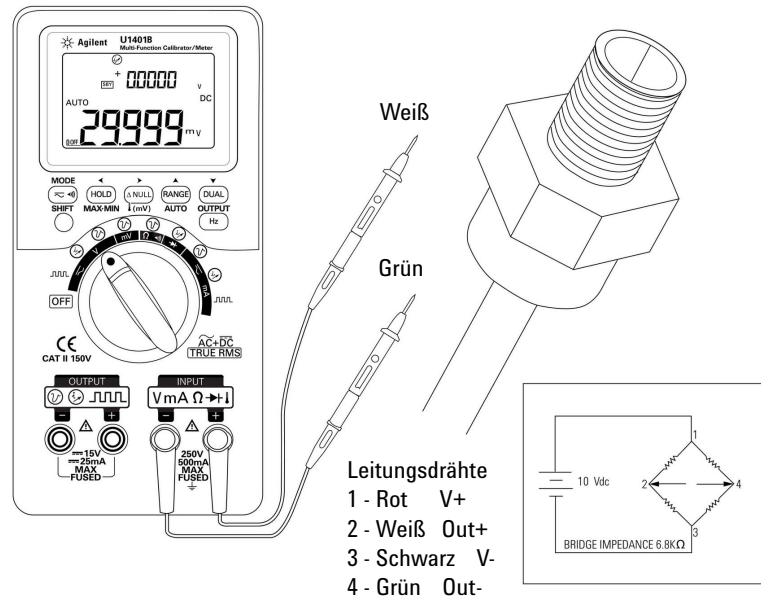

Abbildung 5-4 Drucktransducer-Messung
- 3 Testen Sie die Testpunkte (Abbildung 5-4 auf Seite 93) und lesen Sie die Anzeige.